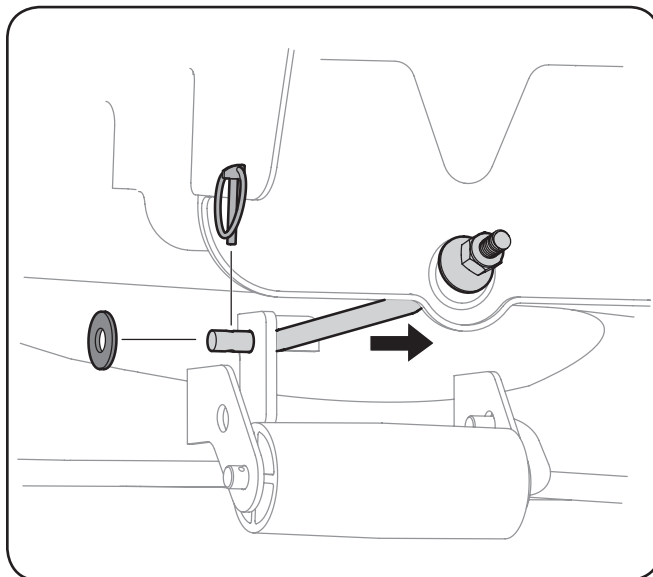

Figura 7-4
8. Deslice suavemente la plataforma de corte hacia la parte delantera del tractor y con cuidado guíe los ganchos de la plataforma para extraerlos de la varilla estabilizadora de la plataforma. Vea la Figura 7-4.